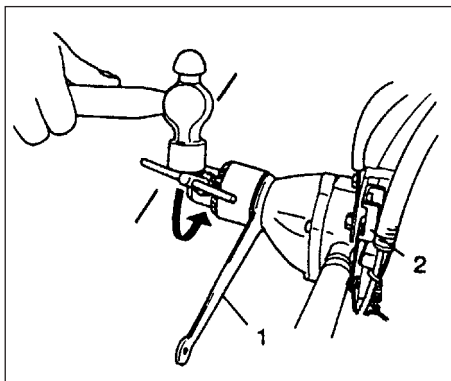

Fig. 2-6
- Om de boorhouder veiliger vast te draaien, kunt u de aandrijf-as fixeren door een 19mm moersleutel (1) tussen de drijfwerkkast en de boorhouder te plaatsen. Activeer de vergrendelingschakelaar (2) en sla vervolgens met een hamer tegen de boorhoudersleutel (met de wijzers van de klok mee) om de boorhouder vast te draaien. (TED-270PFL/270PFSL/270PFDH/270PFDLS/270PFHS) (Fig. 2-6)